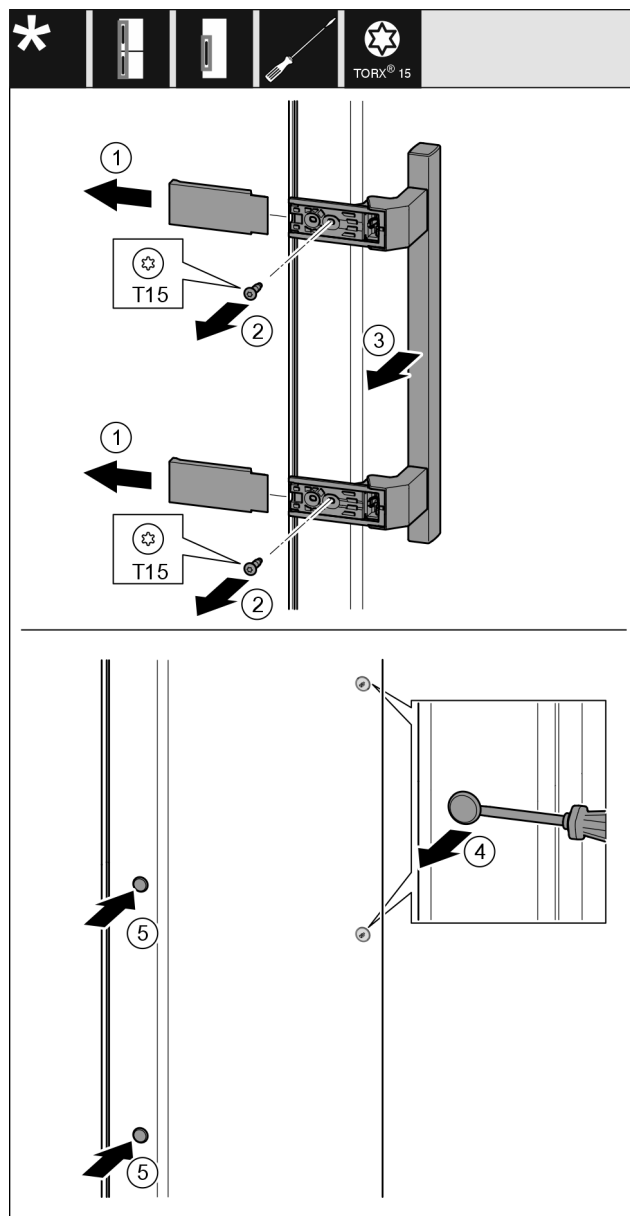

Fig. 21
- Izvucite poklopac Fig. 21 (1).
- Odvijačem odvrtite vijke Fig. 21 (2).
- Skinite ručku Fig. 21 (3).
- Odvijačem s ravnom glavom oprezno podignite bočni čep Fig. 21 (4) i izvucite ga.
- Ponovno umetnite čep Fig. 21 (5) na drugoj strani.